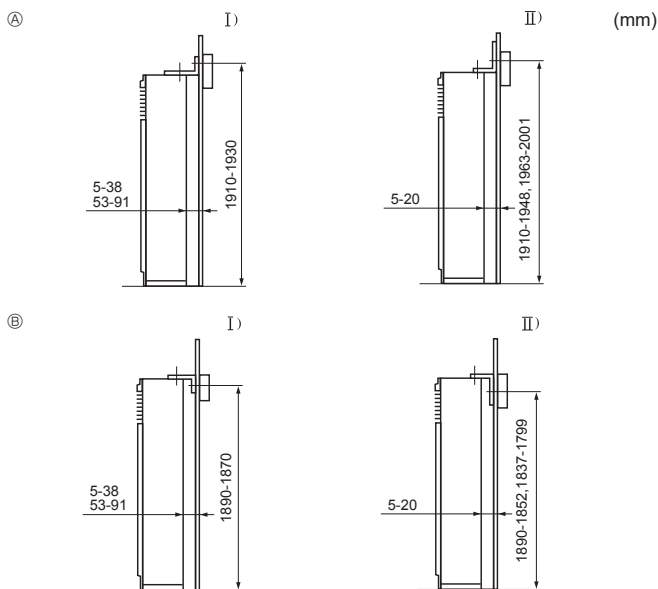

Fig. 3-3
- ① Γωνιακό λαμάκι στήριξης
Το γωνιακό λαμάκι στήριξης ① τοποθετείται στην άνω επιφάνεια της μονάδας. Βγάλε τις λαμαρινόβιδες ② και στη συνέχεια επανατοποθετήστε το λαμάκι όπως φαίνεται στην εικόνα. Για τις κατάλληλες αποστάσεις τοποθέτησης, δείτε στη Fig. 3-3.
3.3. Τοποθέτηση του γωνιακού λαμακιού στήριξης (Fig. 3-3)